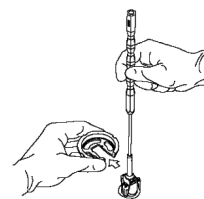

図2
- (5) 手袋をはめた手又は保護機能のある鉗子を用いてプラスチック製カラーを掴みホルダから外す（図2）。